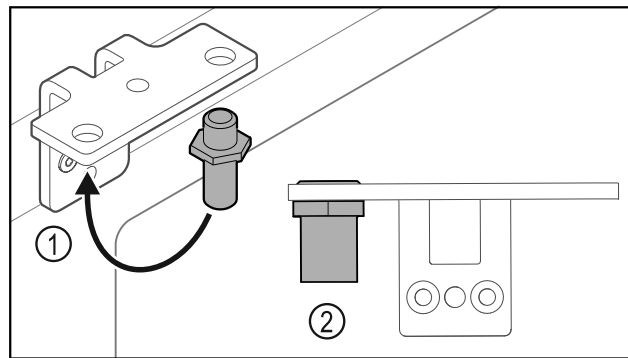

Fig. 32
- Ktheni bulonin Fig. 32 (1) në profilin e menteshës në anën tjetër.
- Shtërngoni bulonin Fig. 32 (2) me **momentin e rrotullimit prej 12 Nm**.